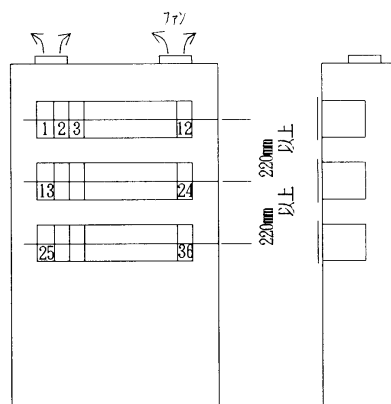

図 3
- ・クローズされた計装盤等に取り付ける時は、盤の上下に換気ファンを取り付けて下さい。(図3参照)